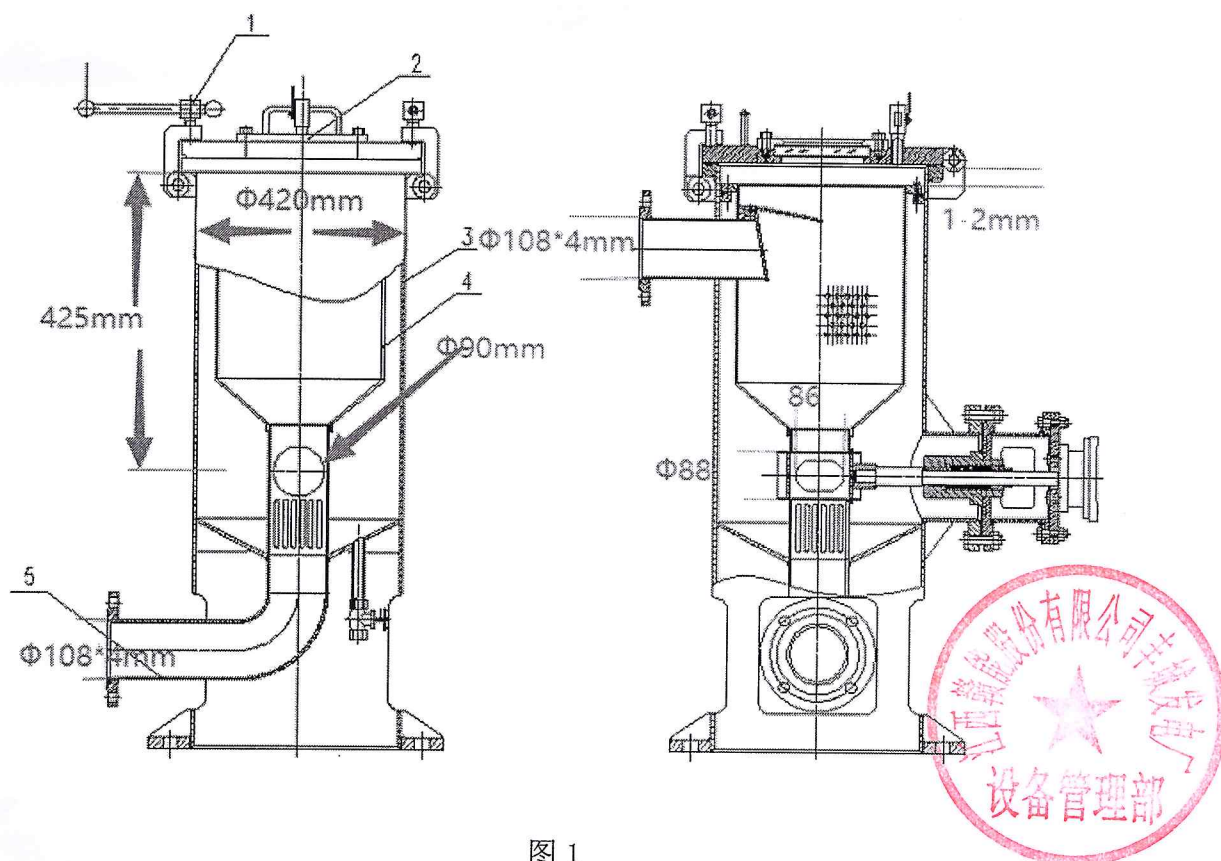

图 1
2.1 将原来2套翻板式装球室加工为百万机型网篮式装球室，包括装球室网芯、网芯固定法兰、切换阀、阀杆制作以及阀杆和筒体密封处加工，装球室顶部观察窗改造、顶部盖板增加合页和限位装置，加工后样式和部分尺寸如下图1所示。